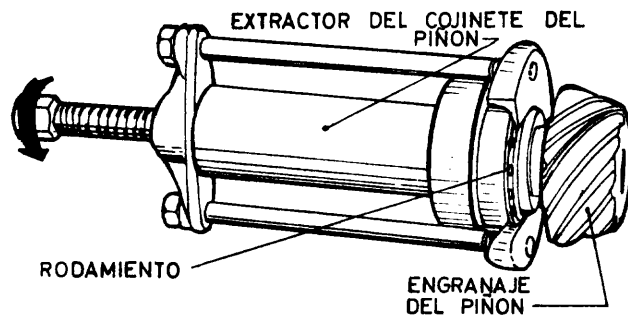

Fig. 4
- ___ d Retire el rodamiento del piñón de ataque usando extractor(fig.4).